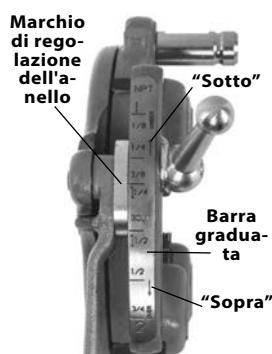

Figura 7 – Regolazione della dimensione della filettatura
- Cominciare con il marchio di regolazione della maglia allineato con il marchio della dimensione desiderata sulla barra graduata. Sulle teste portapettini a Bullone, impostare il marchio della maglia sulla linea nella barra graduata. Per le filettature di bulloni con testa portapettini Universale, impostare tutti i pettini del bullone sulla linea BULLONE nella barra graduata (Figura 7).